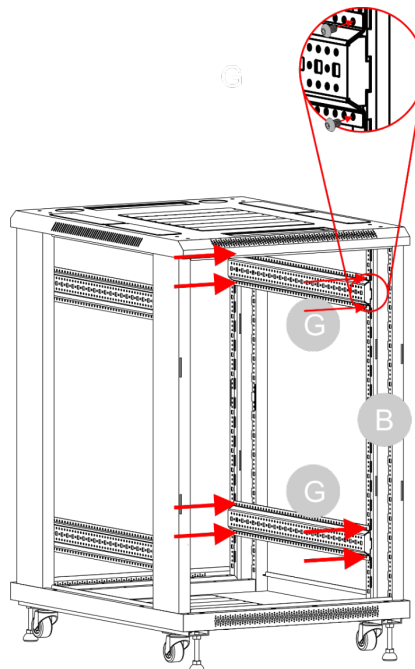

Fig. 30
- 14) Fissare le **staffe orizzontali (G)** ai 2 **telai (B)** con **viti 4 x 2 (N)** sui 4 angoli superiori dell'armadio e con **viti 4 x 2 (N)** sugli angoli inferiori dell'armadio, come illustrato nella Fig. 30.